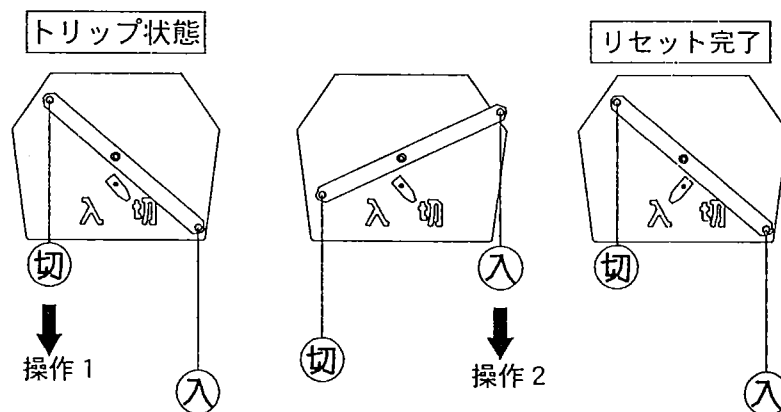

図6 リセット操作手順
- ④ トリップした時のリセット操作は、図6の様な手順にて行ってください。
（開閉器を再投入する前には、ハンドル切側を引いてリセットしてください）（図6参照）